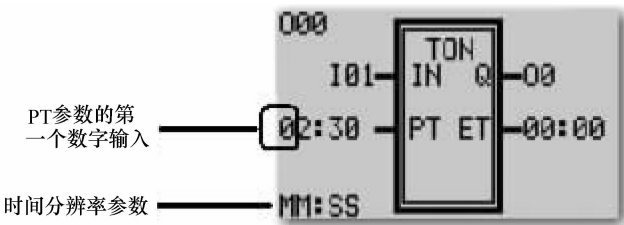

图 1-10 延时接通计时器组态
- 8) 按向下键，改变时间分辨率参数，设为 MM：SS。延时接通计时器组态如图 1-10 所示。
9) 按向右键，设置预设值 PT 参数的第一个数字输入，如图 1-10 所示。把 PT 参数的值设定为 02：30。